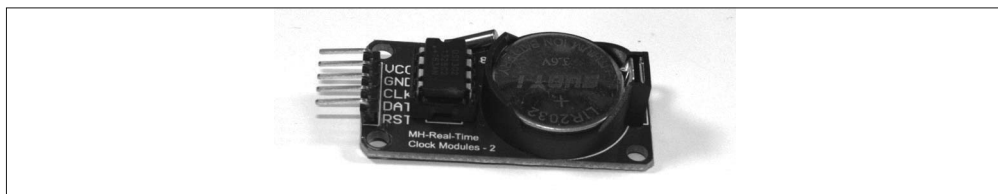

图 9-64: DS1302 RTC 模块
DS1302 RTC IC (图 9-64) 采用了一个非标准的串行接口。它不是 SPI, 但由时钟控制。一根线用于传输数据, 一根线用作时钟信号, 另一根用作芯片使能 (CE) 线。这就是 Maxim (达拉斯半导体) 所说的三线接口。图 9-64 展示了一个典型的 DS1302 模块。有关 DS1302 的更多信息, 请访问 Maxim Integrated 官网, 阅读相关技术文档 (<http://bit.ly/maxim-ds1302>)。